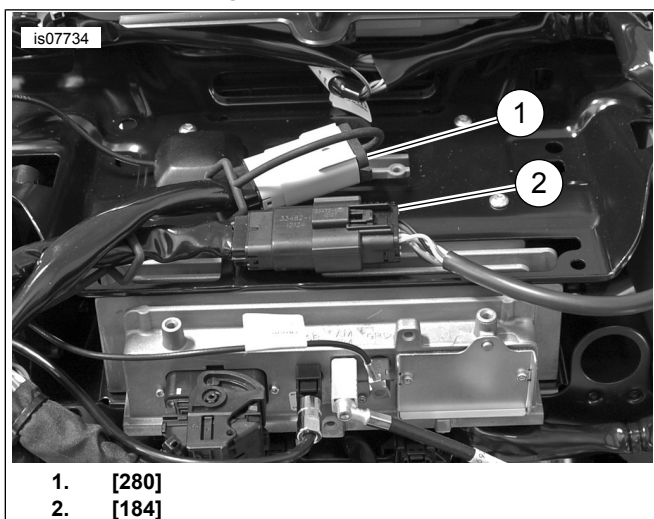

Figura 2. [280] e [184]
7. Ver a Figura 2. Solte as âncoras do conector para os conectores [184] e [280] do suporte de apoio do rádio.